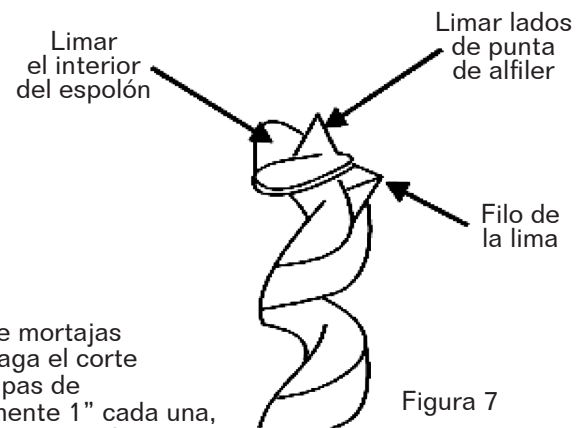

Figura 7
1. Afila la broca usando una lima pequeña y suave, siguiendo la forma original de la broca. Lima el borde interior de la espuela, los lados de la punta del clavo y el borde cortante hacia adentro, hacia la ranura de la broca. Consulte la figura 7. No lime el borde exterior de la espuela ya que esto afectará el diámetro de la broca.